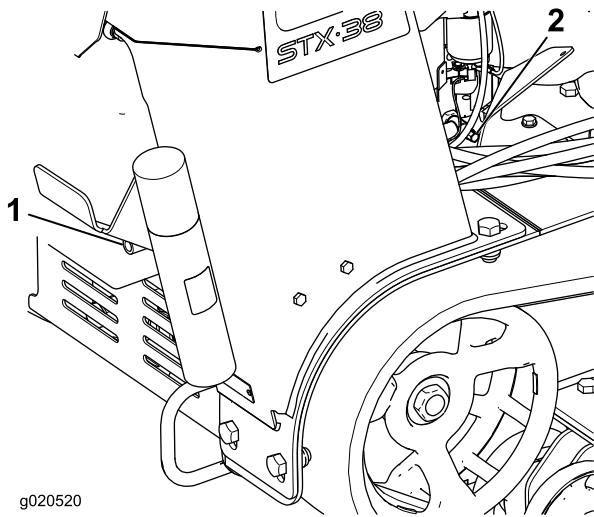

Figura 32
4. Coloque un recipiente debajo del tubo de vaciado. Gire la válvula de vaciado para que se drene el aceite (Figura 32).